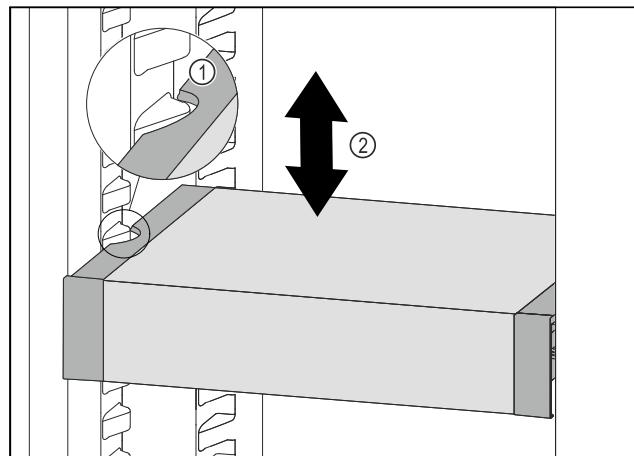

Fig. 105
- Изтеглете VarioSafe напред, докато страничните прорези на VarioSafe се намират на височината на реброто на съда в хладилната част. Fig. 105 (1)
► Преместете VarioSafe нагоре или надолу в хладилната част, докато се достигне желаната височина. Fig. 105 (2)